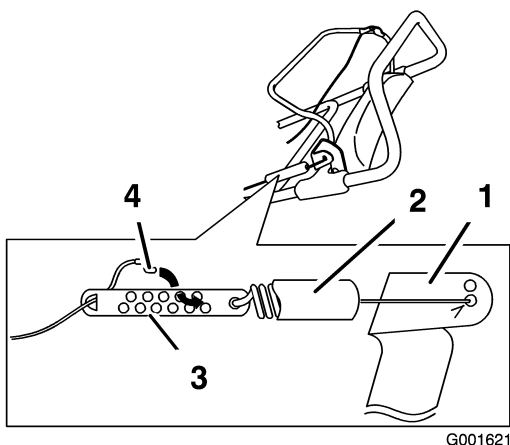

Figure 21
1. Décrochez le ressort du support de la barre de commande (Figure 21).
2. Remontez la protection du ressort sur le dispositif de réglage du câble (Figure 21).
3. Débranchez le raccord en Z du dispositif de réglage et remplacez-le dans un autre trou du dispositif de réglage de manière à obtenir l'écartement voulu de 3 à 6 mm (1/8 à 1/4 pouce) entre le support de la barre de commande et le mancheron. (Figure 21).